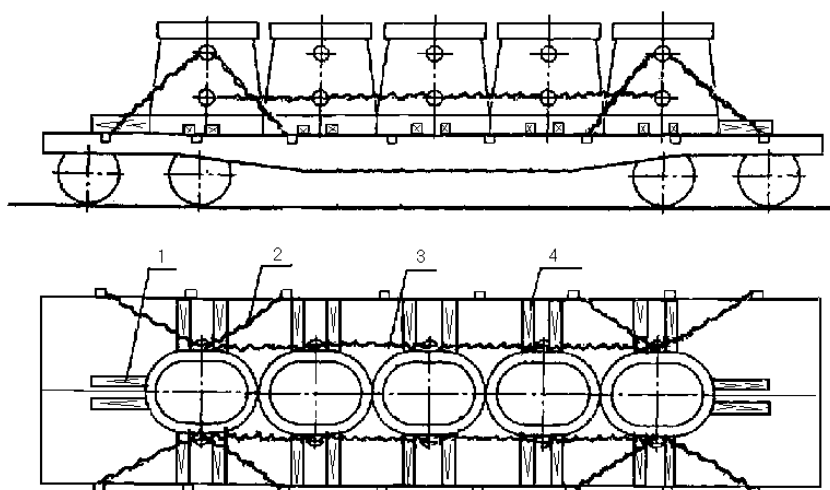

Рисунок 120
6.6. Изложницы, боковая поверхность которых не имеет плоской опоры, устанавливают по 5-6 штук на платформе вертикально над хребтовой балкой вплотную друг к другу симметрично продольной и поперечной плоскостям симметрии вагона (рисунок 120).